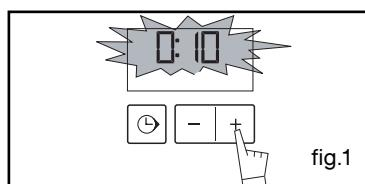

fig.1
- Regel en bevestig de tijd van uw programmaschakelaar op 0:10 (fig.1).